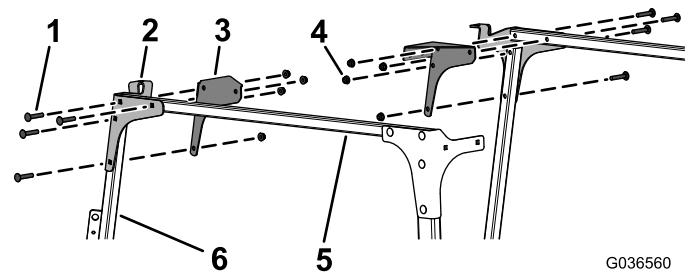

Figura 9
8. Instale sem apertar as placas dianteiras esquerda e direita e as placas de canto nas tubagens da ligação cruzada e nos suportes do limpador de para-brisa esquerdo e direito utilizando 8 parafusos de carroceria (5/16 x 1 3/4") e 4 porcas flangeadas (5/16"), como se mostra na Figura 9.